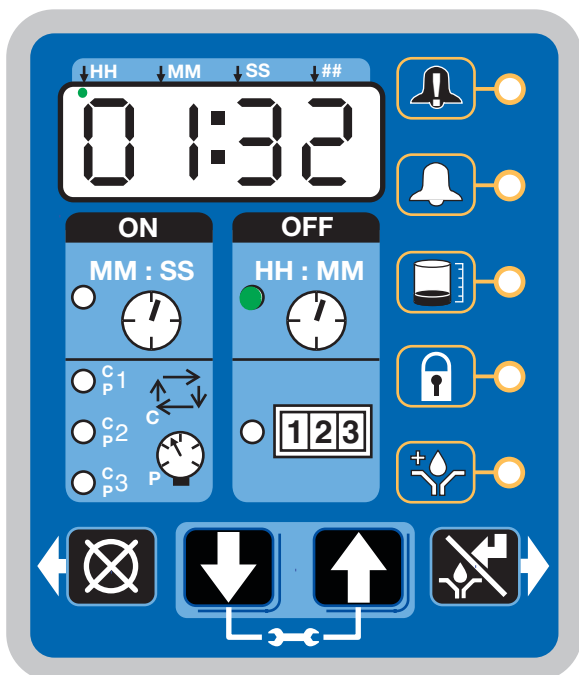

图 47
设置完成后，G3 自动开始运行“关时间”序列（图 47）。
- 图 47 中所示的示例显示了润滑循环开始前 1 小时 32 分钟的“关时间”。
- 当“开时间”计数达到 0 时，泵再次关闭，系统再次运行“关时间”循环，“关时间”LED 再次亮起（图 47）。